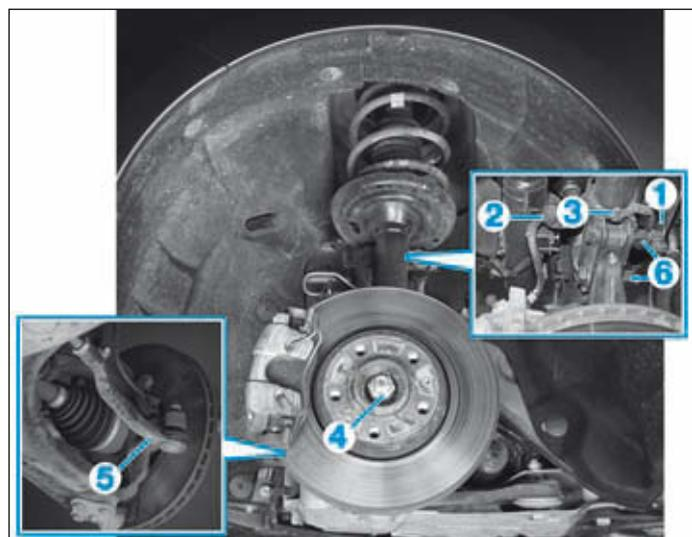

FIG.1
- le faisceau du capteur de vitesse de roue (1) (Fig.1),
- le flexible de frein (2).
- la vis (3) du support du câblage du capteur de vitesse de roue et du flexible de frein,
- l'écrou (4) de transmission
- la canalisation (2) du liquide de frein.
- A l'aide de l'outil [1], immobiliser en rotation le moyeu puis déposer l'écrou (4) de transmission.